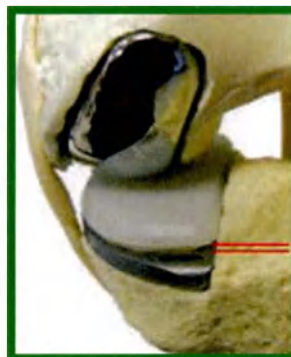

Рис. 16.
15. Обеспечьте зацепление заднего фиксирующего «механизма» накладки под задним захватом большеберцовой опорной пластины. При правильном размещении накладки ее передний край будет параллельным верхнему краю кармана опорной пластины, как показано на Рис. 16.